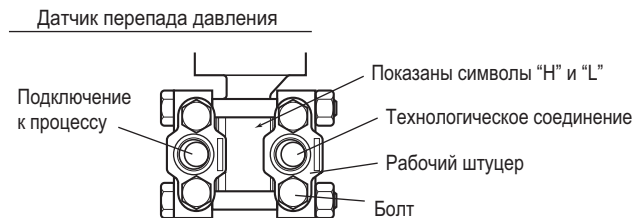

Рисунок 4.1 Символы “Н” и “L” на блоке капсулы
(1) Проверка положения соединений высокого и низкого давления на датчике (Рис. 4.1)